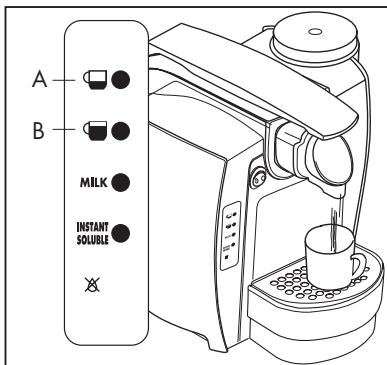

Fig.8
Taza grande: Pulse y mantenga pulsada la tecla (B). La máquina comenzará a suministrar agua. Una vez alcanzado el nivel de agua deseado suelte la tecla (B). La máquina dejará de suministrar agua y quedará memorizada la cantidad para otros suministros. (**Fig. 8**)
Taza pequeña: Pulse y mantenga pulsada la tecla (A). La máquina comenzará a suministrar agua. Una vez alcanzado el nivel de agua deseado suelte la tecla (A). La máquina dejará de suministrar agua y quedará memorizada la cantidad para otros suministros. (**Fig. 8**)